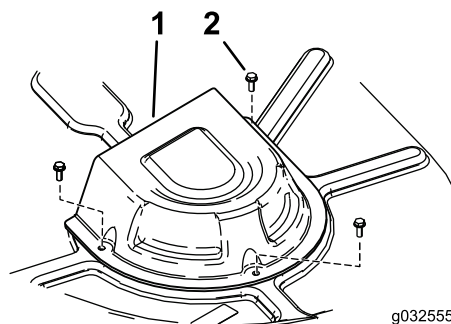

Figura 58
4. Togliete i coperchi delle pulegge (Figura 58).